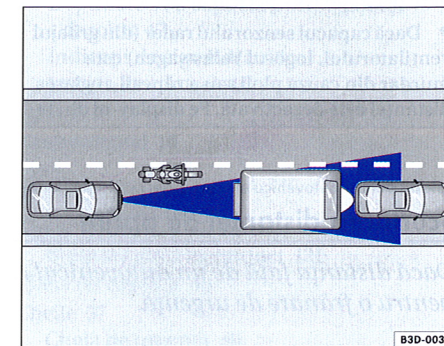

Fig. 141 Motociclistul se găsește în afara zonei de acțiune a senzorilor radar
- când traficul se desfășoară în ritm rapid ⇒ fig. 141
Autovehiculele care vă depășesc pot fi recunoscute de senzor numai când intră în raza de acțiune a acestuia ⇒ fig. 141. Acest lucru este valabil în special pentru vehiculele înguste, de ex. motocicletele. Acestea nu sunt recunoscute de senzor dacă nu intră în raza lui de acțiune.